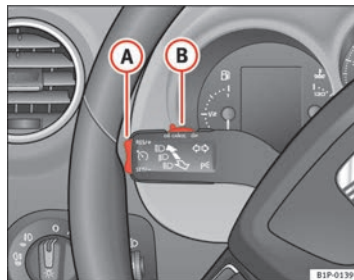

Fig. 133 Alavanca das luzes indicadoras de mudança de direcção e dos máximos: comando e botão basculante para o regulador da velocidade
- Quando se tiver alcançado a velocidade que se quer programar, premir brevemente a parte inferior do botão basculante **SET/SET** ⇒ fig. 133 **(A)** uma vez.